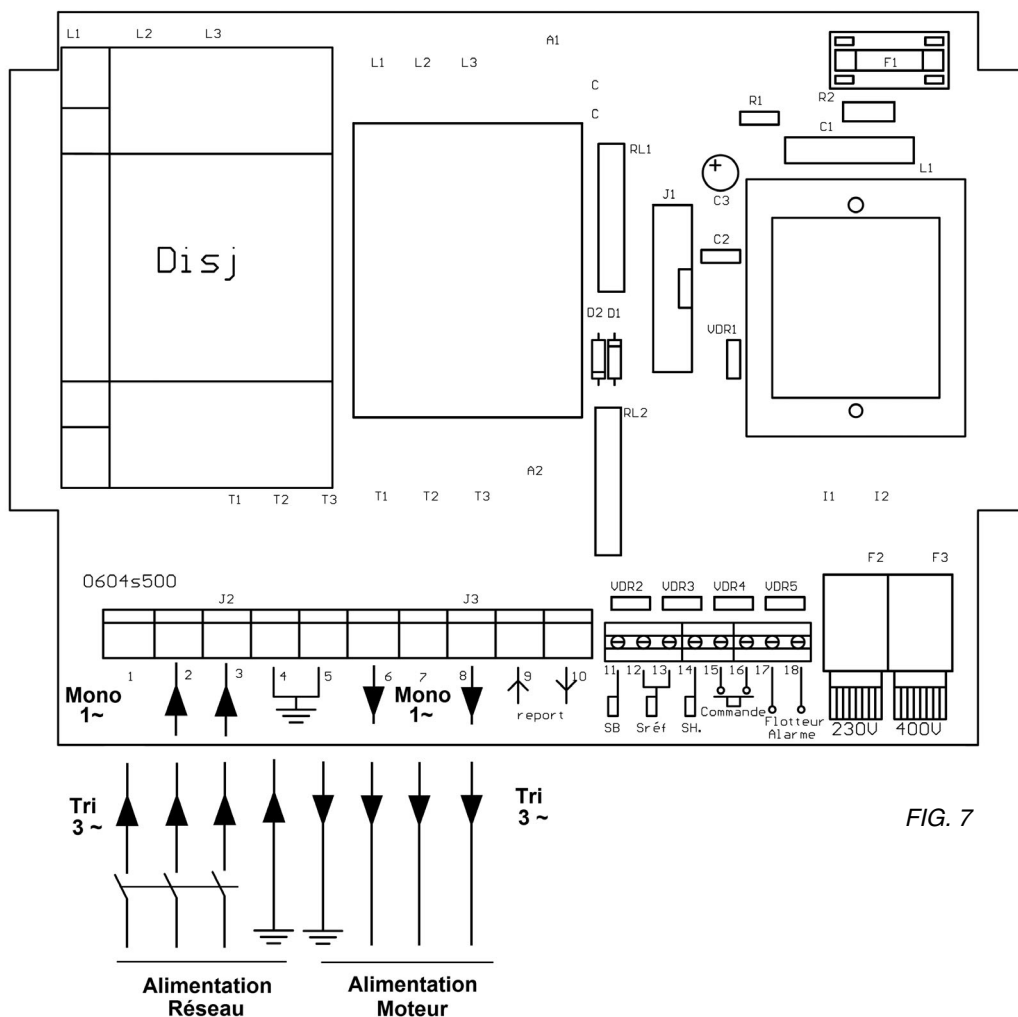

FIG. 7
- Suivant la tension du réseau (230 V ou 400 V) placer le fusible sur la tension correspondante (voir fig. 7).